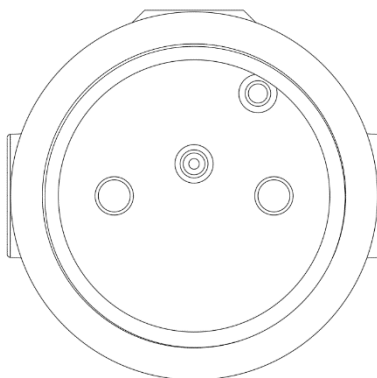

图 3 接线腔示意图
4.2 打开接线腔盖，将金属穿线管穿至灯具端的电缆线依次穿过金属垫圈、橡胶密封圈，接线腔盖示意图如图 3 所示；